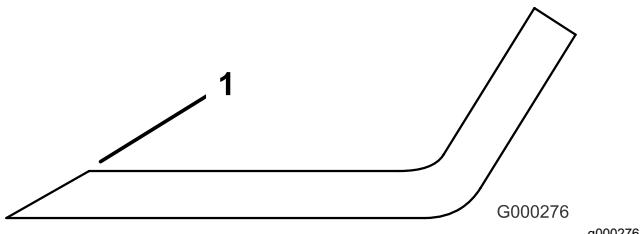

Bild 23
1. Schärfen Sie die Schnittkanten an beiden Enden des Messers (Bild 23). Behalten Sie den ursprünglichen Winkel bei. Das Mähmesser behält seine Auswuchtung bei, wenn von beiden Schnittkanten die gleiche Materialmenge entfernt wird.